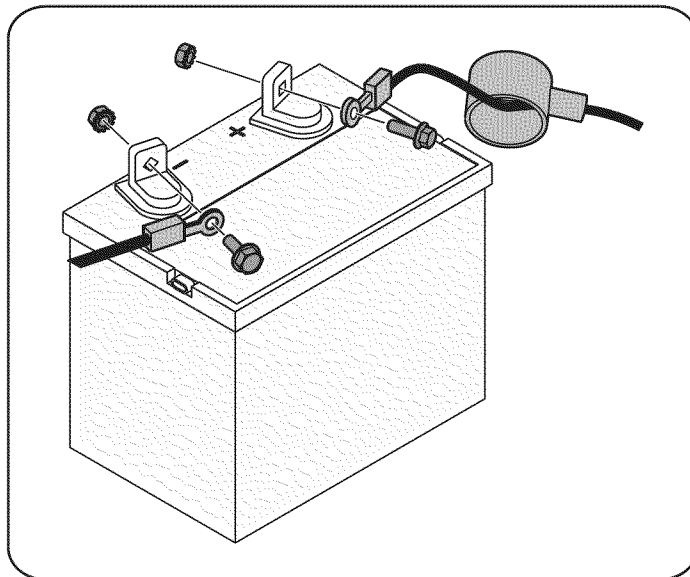

Figura 1
1. Retire la cubierta de plástico, si está presente, desde la terminal de la batería positivo y adjuntar el cable rojo a la terminal de la batería positivo (+) con el tornillo y la tuerca hexagonal. Véa la Figura 1.
2. Retire la cubierta de plástico, si está presente, a partir de la negativa terminal de la batería y conectar el cable negro a la terminal de la batería negativo (-) con el tornillo y la tuerca hexagonal. Véa la Figura 1.